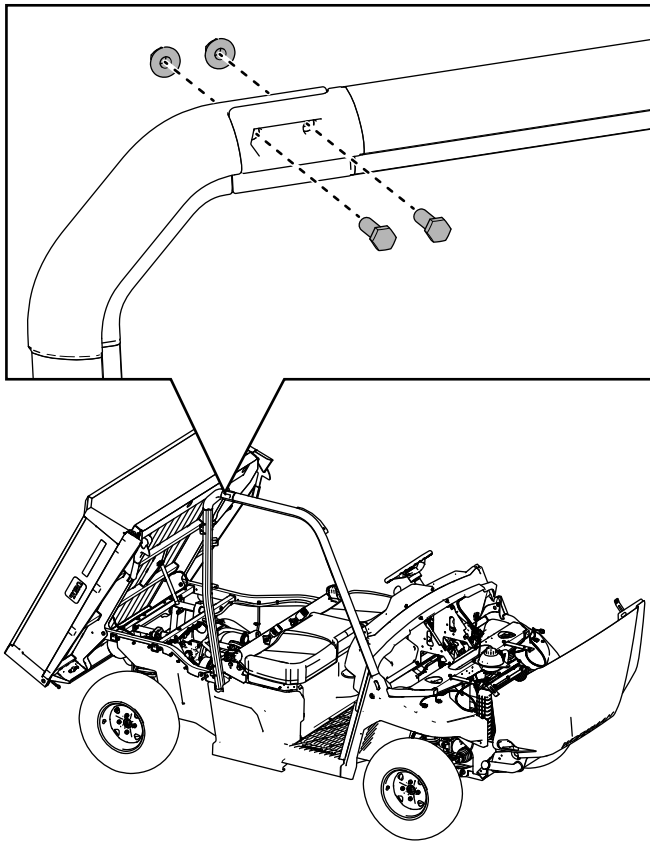

Bild 14
8. Befestigen Sie die rechte, vordere Überrollbügelbaugruppe mit zwei Sechskantschrauben ($\frac{3}{8}$ " x $1\frac{1}{4}$ "") und zwei Sicherungsmuttern ($\frac{3}{8}$ "") lose an der rechten, hinteren Überrollbügelbaugruppe, wie in Bild 14 dargestellt.